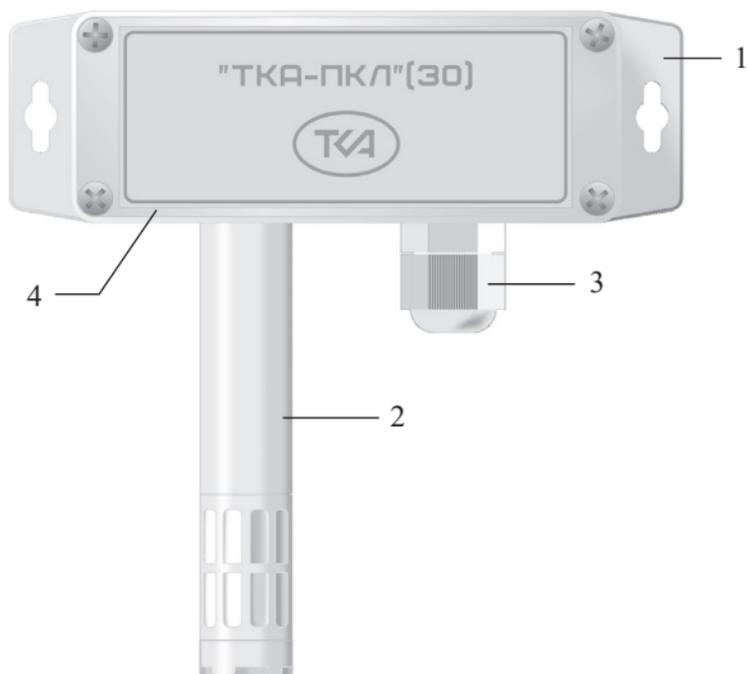

Рис.1 – Внешний вид прибора
5.1 Конструктивно прибор выполнен в виде единого блока со съемной верхней крышкой, а наличие фланцев у корпуса прибора расширяет возможности при его монтаже. На нижнем торце корпуса прибора установлены зонд с датчиками измеряемых параметров (2, Рис.1) и кабельный ввод (3, Рис.1) для подключения к измерителю кабеля питания и передачи данных по интерфейсу RS-485, благодаря чему измеритель-регистратор может быть использован как ведомое устройство в промышленных сетях Modbus. Для обеспечения работоспособности измерителя-регистратора необходимо подключить линии А, В интерфейса RS-485, подать напряжение питания и присвоить сетевой адрес данному устройству. Так как прибор реализован в пыле- и